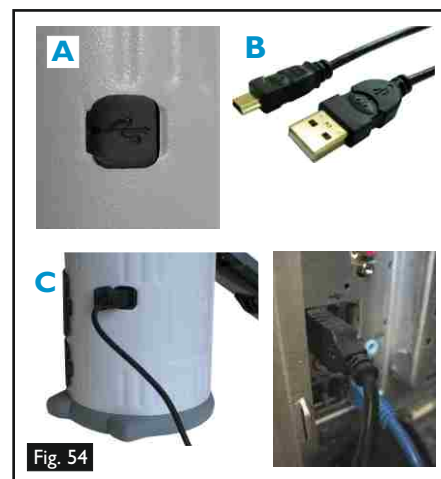

Fig. 54
- Tutte le unità di teste Testifire sono dotate di una porta Mini B USB integrata a lato del corpo (Fig. 54 A). Utilizzando il cavo piatto USB da A-Standard a B-Mini a 5 pin (B), è possibile collegare Testifire a un computer per consentire il caricamento degli aggiornamenti software (C).
- Utilizzare unicamente il cavo USB 2.0 in dotazione al Testifire per il collegamento dell'unità ad un personal computer (PC) abilitato USB.